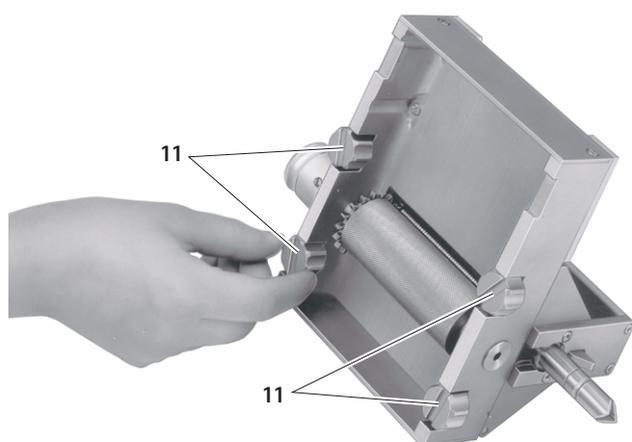

Fig. 1
- ▶ Vänd skärregaget 4 så att de fyra skruvarna 11 blir synliga, se Fig. 1.
- Vänd skäraggreatet **4** så att de fyra skruvarna **11** blir synliga, se Fig. 1.